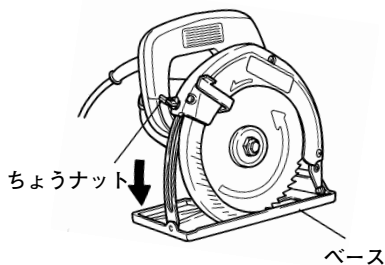

図 6
(1) 丸のこのベースを調整し、切込みを最小にします。(図 6)